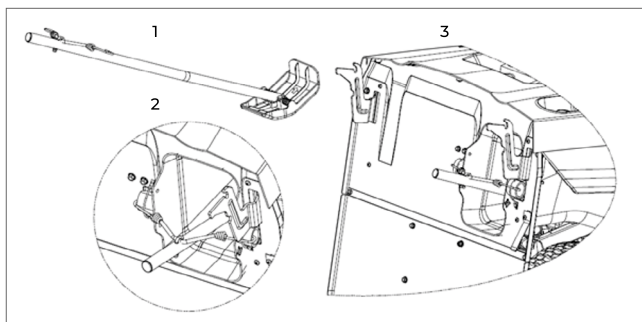

Рис. 26
- Убедитесь, что заглушка 1 для мульчирования извлечена из туннеля (рис. 26)